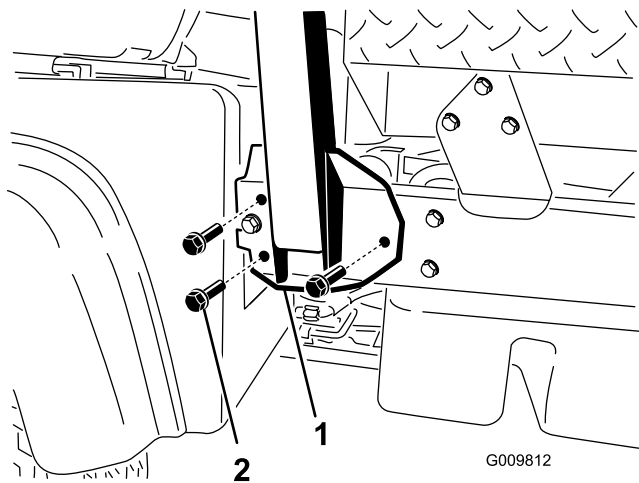

図 4
1. ROPSの各サイドについている穴を、図4のように車両フレーム側面の取付け穴に揃える。